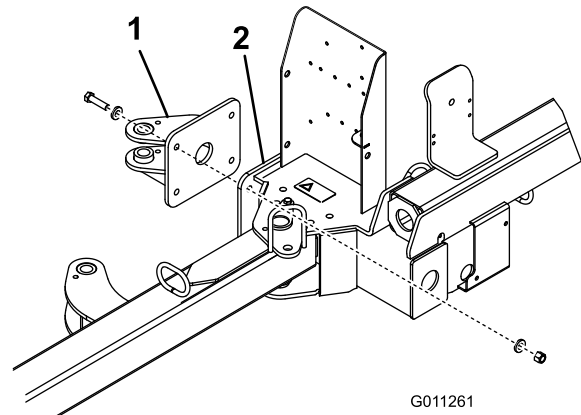

Figure 5
1. Fixez la patte de commande arrière au cadre du balai-ramasseur au moyen de 4 boulons (1/2 x 2 po), 8 rondelles plates (0,531 x 0,063) et 4 contre-écrous (1/2 po). Positionnez les composants comme montré à la Figure 5.